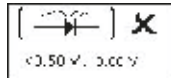

Fig.54
16. se a tensão de ondulação de AC é mais de 0, 5V, então ele irá mostrar como Fig.54 abaixo: